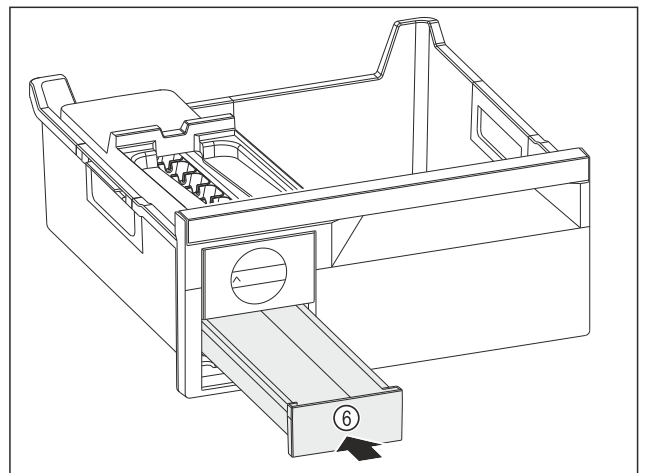

Fig. 96
- ▶ Eiwürfelschubfach Fig. 96 (6) einschieben.